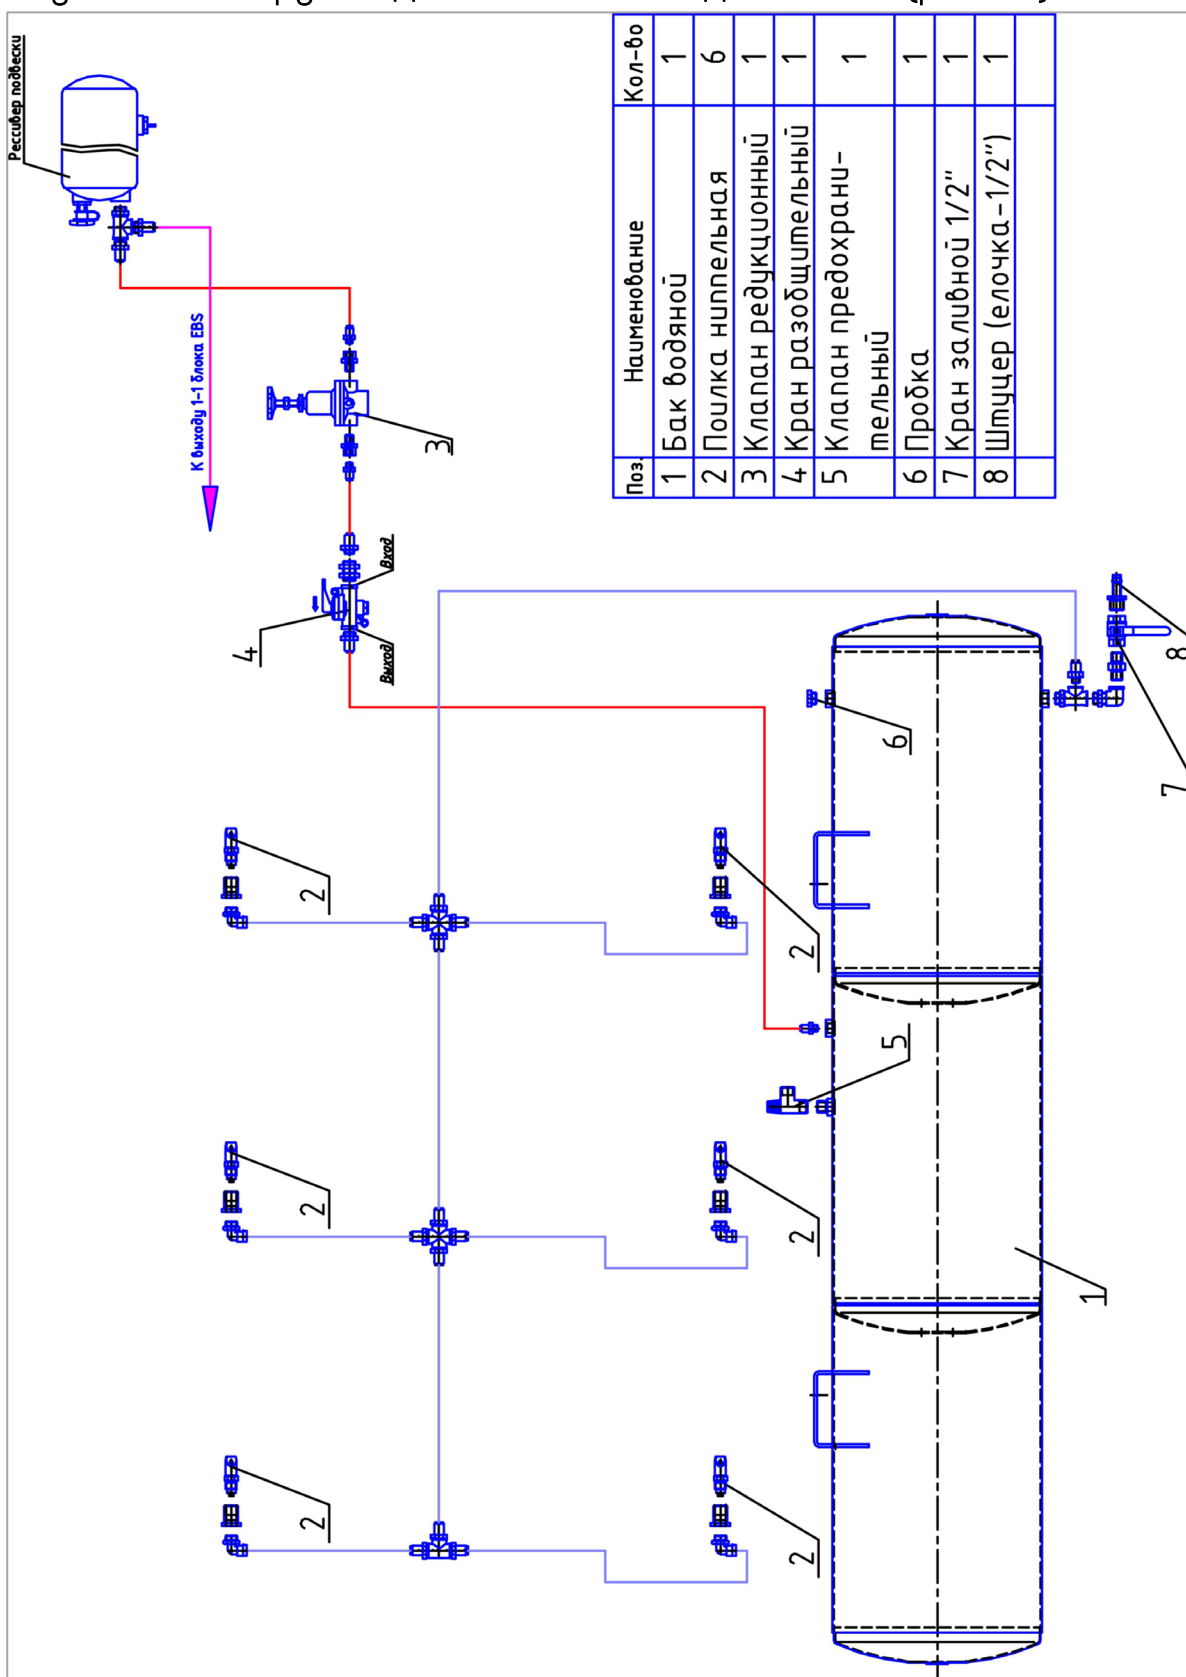

Рис. 35. Схема подключения система подачи воды.
1. Перед заправкой воды сбросить давление в баке, повернув рукоятку крана подачи воздуха (рис. 35, поз.4). Сброс воздуха происходит через отверстие в кране.
4. Проверить давление на выходе редукционного клапана (рис. 35, поз.3) - 1 бар. При необходимости отрегулировать давление. При повышении давления более (3 бар), сработает предохранитель редукционного клапана (рис. 35, поз.3).
5. Подать давление воздуха в бак, повернув рукоятку крана подачи воздуха (рис. 35, поз.4) в первоначальное положение.
Внешний вид комплектующих системы подачи воды может отличаться от указанных в руководстве на схеме подключения (рис. 35).